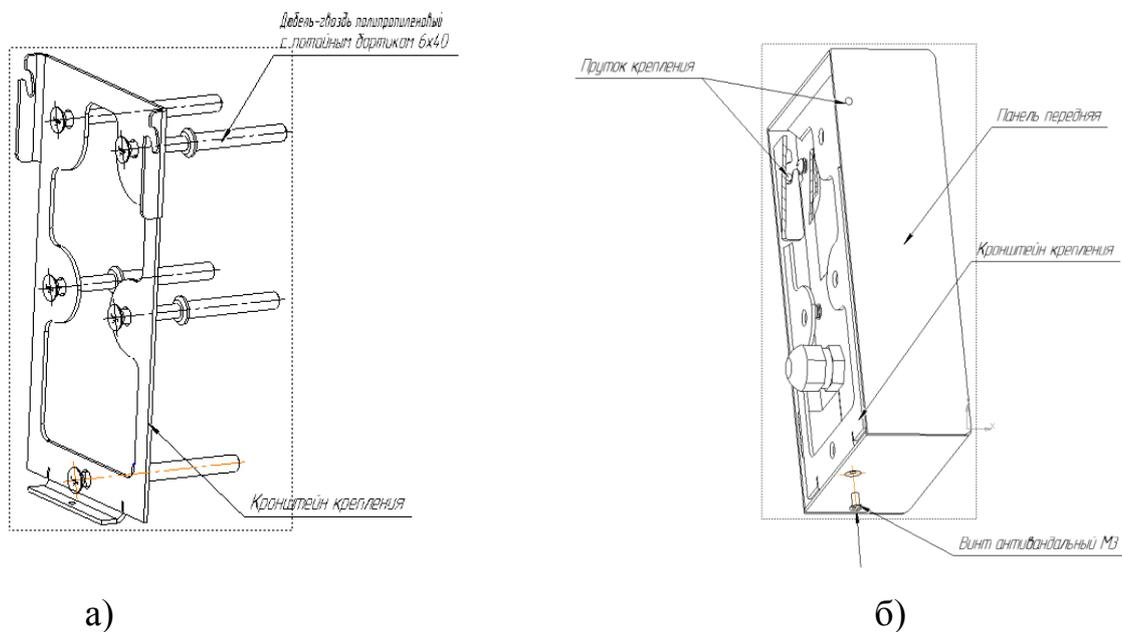

Рисунок 4
- осуществить монтаж кронштейна крепления на стену (рисунок 4 а));
- закрепить изделие на кронштейне крепления, с помощью прутков крепления, расположенных на задней поверхности корпуса изделия (рисунок 4 б));
- закрутить антивандальный винт до упора, обеспечив тем самым надежную фиксацию изделия на кронштейне крепления (рисунок 4 б)).
- выкрутить антивандальный винт на корпусе изделия (рисунок 4 б));
- отсоединить изделие от кронштейна крепления, из состава изделия (рисунок 4а));